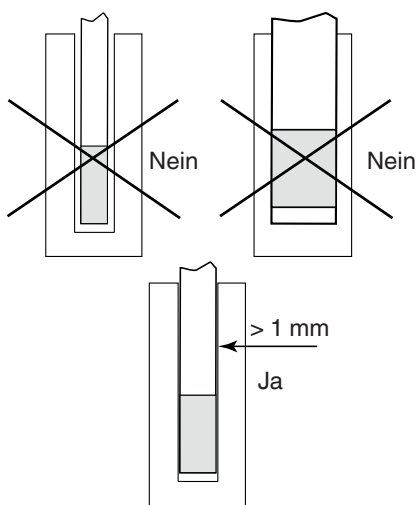

Abb. 1
- Der Bohrungsdurchmesser der Hülse sollte ca. 1 mm größer sein, als der des zu kalibrierenden Thermometers (siehe Abb. 1).